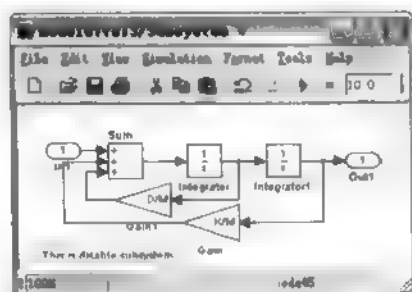

图 7.64 Subsystem 模块子系统
(5) 通过 Subsystem 模块来修改模块库中的模块。例如, 分别用鼠标右击模型中的 Subsystem 模块和 Subsystem1 模块, 在弹出的菜单中选择 Look under mask 命令, 弹出窗口中添加一行文本, 如图 7.64 所示, 然后保存。模型说明不要和前面相同, 否则看不出效果。